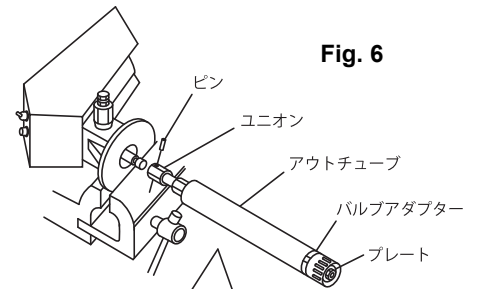

Fig. 6
- 5) バルブアダプターにスパナを掛けてねじ戻しますと、サクシオンチューブも一緒に回り上ポンプより外れます。この状態でプレートに当たるまで引張りますと、上ポンプと接続しているユニオンが現れますので、ピンを抜きユニオンのネジを戻しますと下ポンプが分離できます。(Fig. 6)